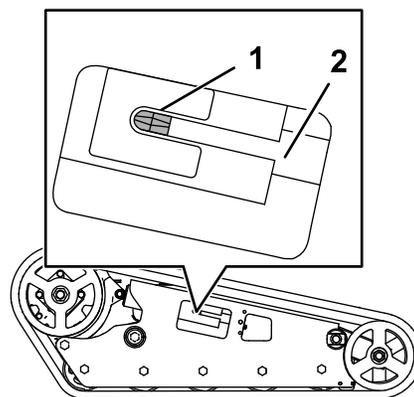

Bild 61
12. Drehen Sie die Spannschraube mit einer Ratsche (1/2") nach links, bis die Spannschraube ganz eingeschraubt ist (**Bild 61**).
21. Prüfen Sie, ob die Spannschraube ganz eingeschraubt ist (Bild 61).